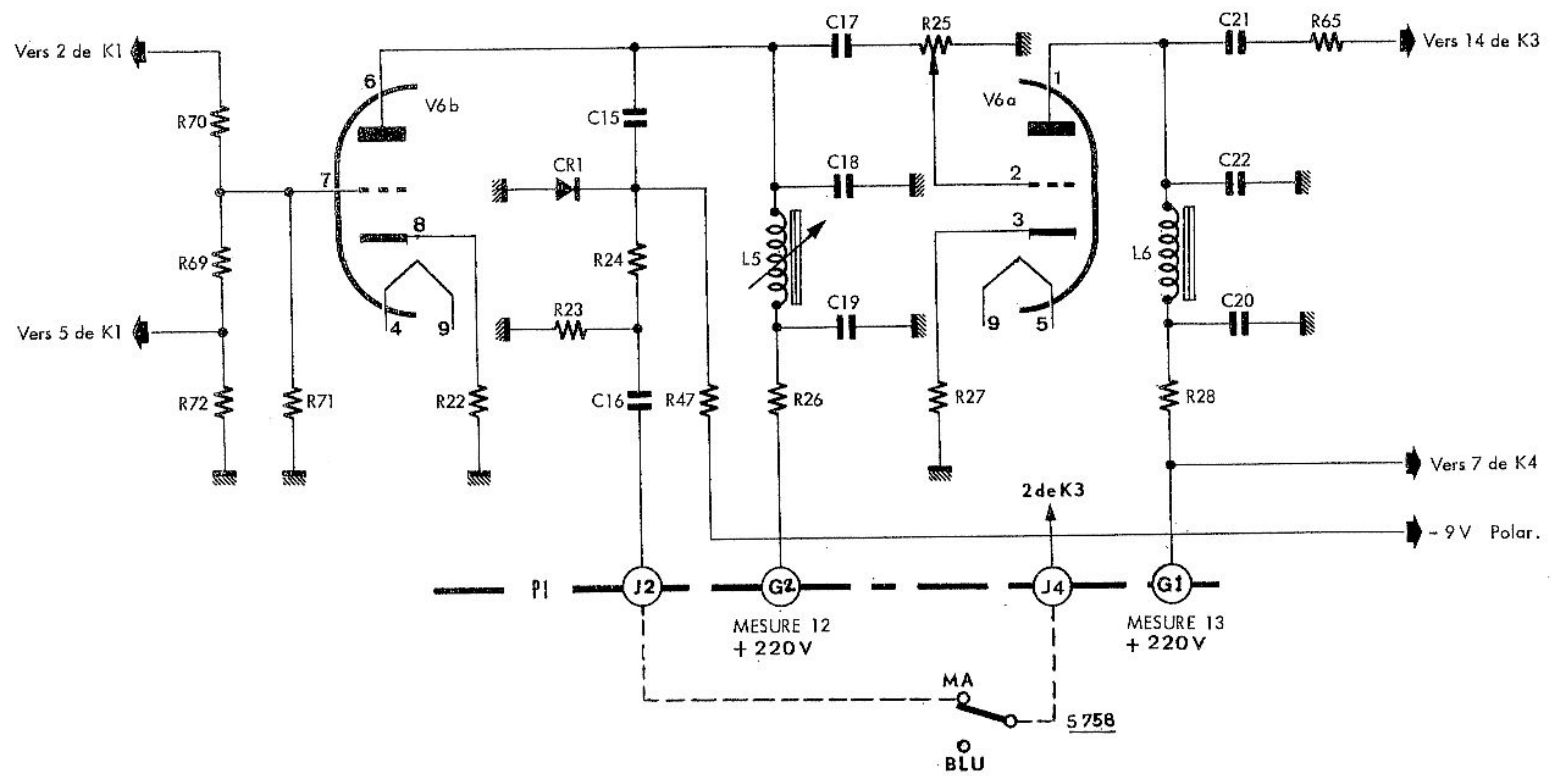

Fig. 17 DETECTION DES SIGNAUX A3 et AMPLI R.A.S.
2.1.15. DETECTION DES SIGNAUX A3 (fig. 17 et groupe 02 - planche 28)
2.1.16. REGULATION AUTOMATIQUE DE SENSIBILITE (R.A.S.) (fig. 17 et groupe 02 - planche 28)